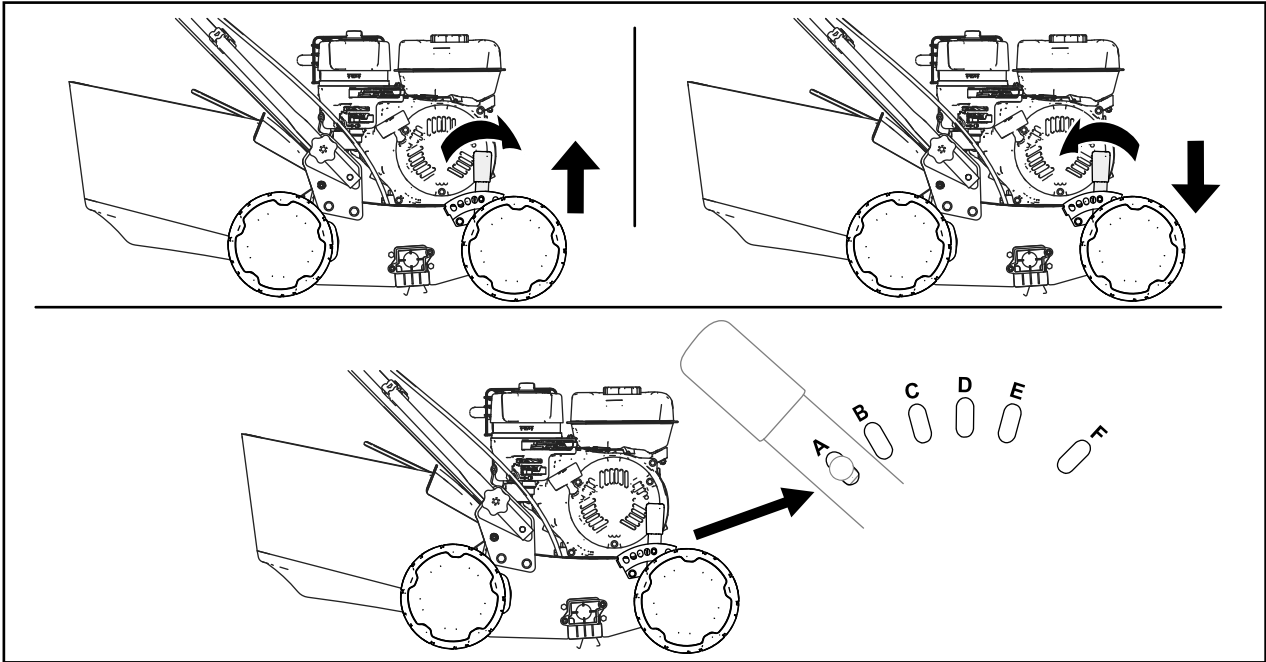

Figura 11
4. Para ajustar la profundidad de corte máxima, ajuste la posición de la palanca de profundidad de corte empujándola hacia la máquina y colocándola en una ranura diferente (Figura 11).
- La profundidad de corte varía dependiendo del conjunto de eje que usted tiene instalado; consulte la Figura 11 y la tabla siguiente.